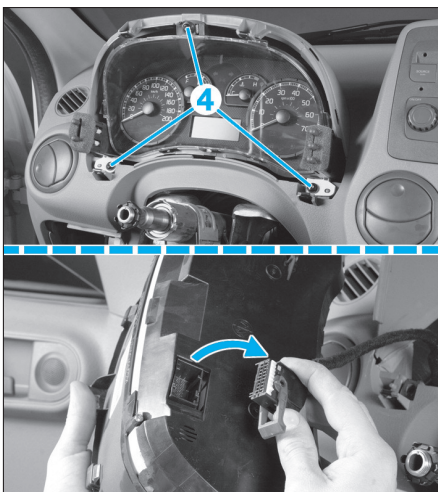

FIG. 13
- les vis de fixation (4) (Fig.13), puis extraire partiellement le combiné.